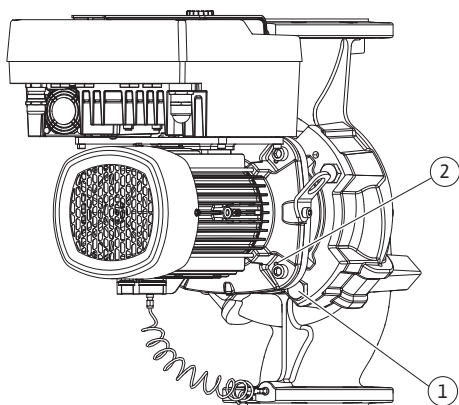

Fig. 104: A behelyezhető készlet lenyomása a menetes furatokon keresztül (DN 100–DN 125)
23. Nyomja le a behelyezhető készletet a szivattyúhárról. Ehhez használja a két menetes furatot (lásd Fig. 104, 1. poz.).
33. A behelyezhető készlet szivattyúházból való benyomásához használja a mellette található két menetes furatot (Fig. 104, 1. poz.) és használja az építettő által biztosított megfelelő csavarokat (pl. M10 x 25 mm).